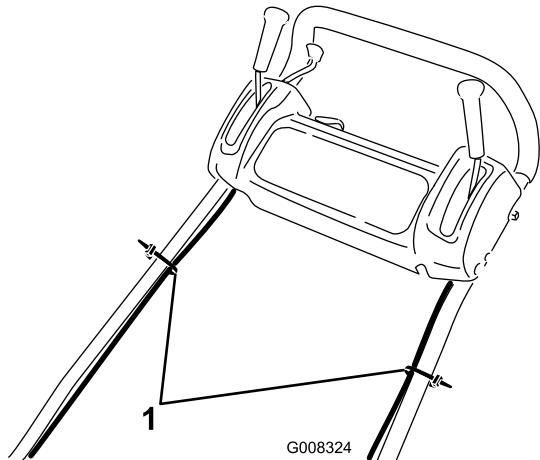

Figure 4
9. Fixez les câbles au guidon à l'aide des serre-câbles (Figure 4).